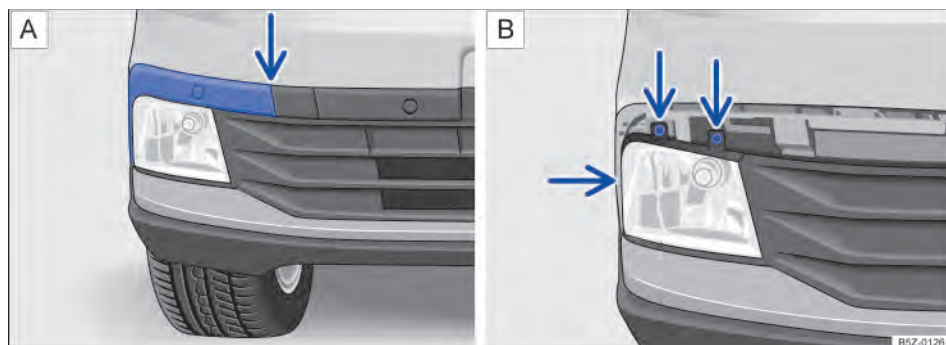
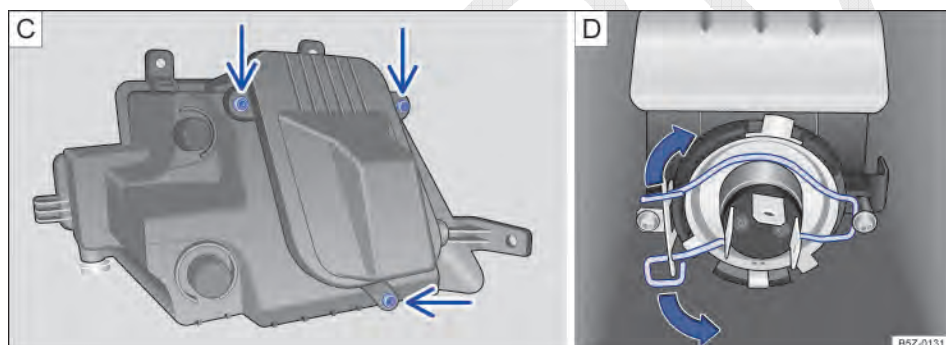

Fig. 177 No para-choque dianteiro: ① desinstalar a moldura do farol de neblina e ② retirar os parafusos do farol de neblina.
Fig. 178 No para-choque dianteiro: ③ retirar os parafusos da cobertura da lâmpada e ④ lâmpada do farol de neblina.
2. Desencaixar a moldura, cuidadosamente ⇒ ①, primeiramente pelo local indicado pela seta ⇒ Fig. 177 A. Remover completamente para acessar os parafusos do farol de neblina.
4. Retirar os parafusos indicados pelas setas ⇒ Fig. 177 B.
5. Puxar cuidadosamente o farol de neblina para fora, para desencaixá-lo do para-choque e ,retirar o conector de alimentação ⇒ ②.
6. Retirar os parafusos indicados pelas setas ⇒ Fig. 178 C, para acessar a lâmpada do farol de neblina.
8. Comprimir a mola de travamento no sentido da seta e deslocá-la para destravar a lâmpada ⇒ Fig. 178 D.
13. Recolocar o conector de alimentação e inserir cuidadosamente o farol de neblina no alojamento do para-choque ⇒ ①.
14. Recolocar os parafusos indicados pelas setas ⇒ Fig. 177 B para fixar o farol de neblina.
15. Recolocar a moldura da esquerda para a direita ⇒ Fig. 177 A.